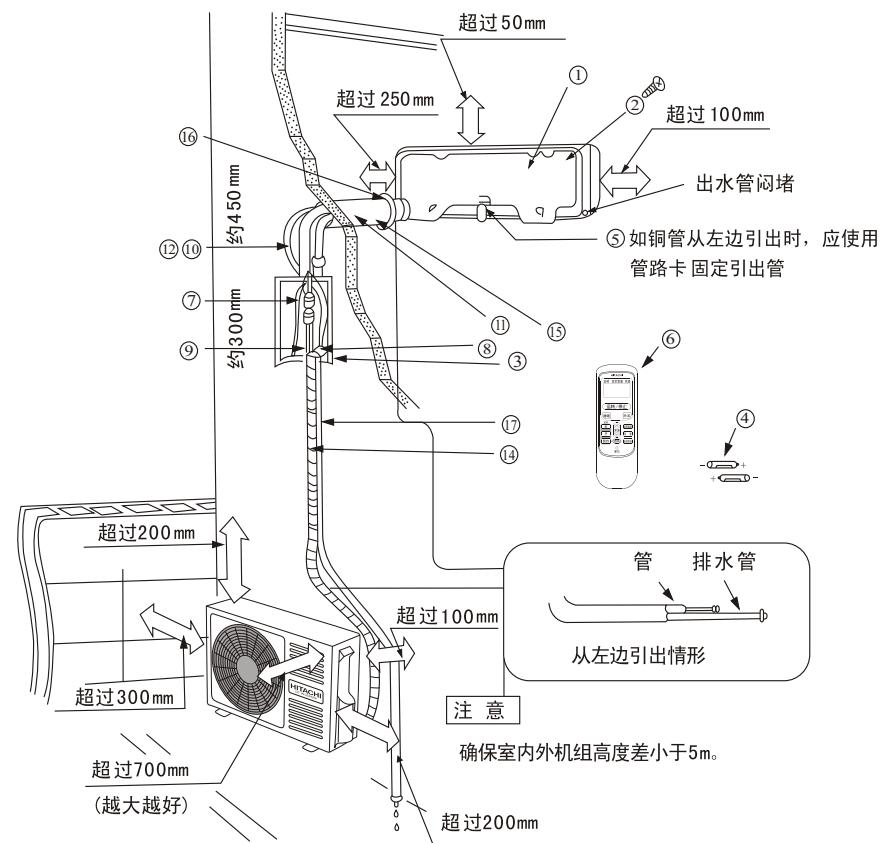

图1
- (1) 为了便于修理,室内机组旁边应如图1般保留空间。
- (1) 如图1所示保留室外机组旁的空位,避免任何障碍物妨碍通风系统。
- (2) 尽量安装于房屋的东或北方。如装于南或西方是无可避免时,应有遮盖物遮盖。
- (3) 最好不要安装在污秽或雨淋的地方。
- (4) 尽量靠近室内机组安装。
1 示图1是管道后出连接安装成形。
2 根据总装示图1结合对应附件按要求牢固安装。